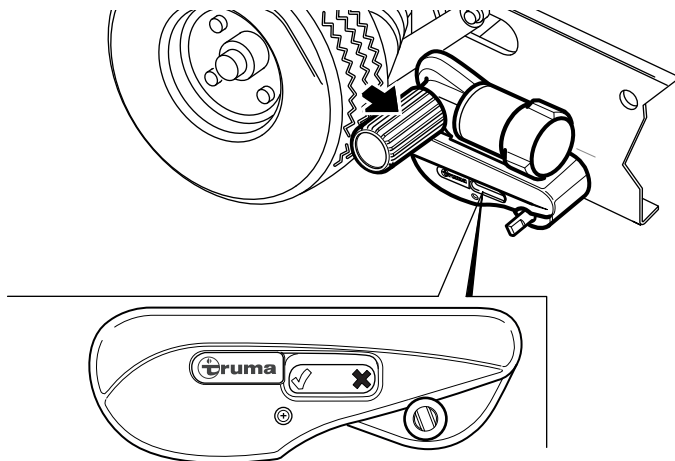

Abb. 31
- Das Abschnen war erfolgreich, wenn der Positionsindikator am Gehäuse des Rangiersystems auf **✗** zeigt (Abb. 31).